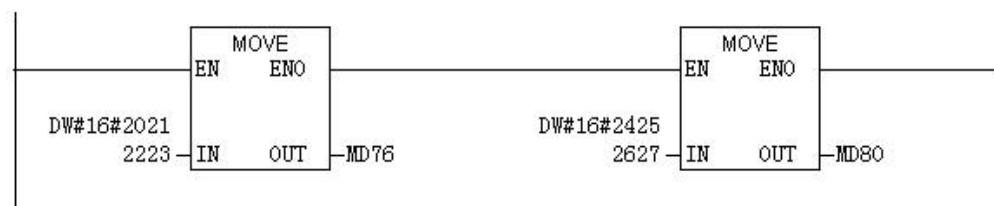
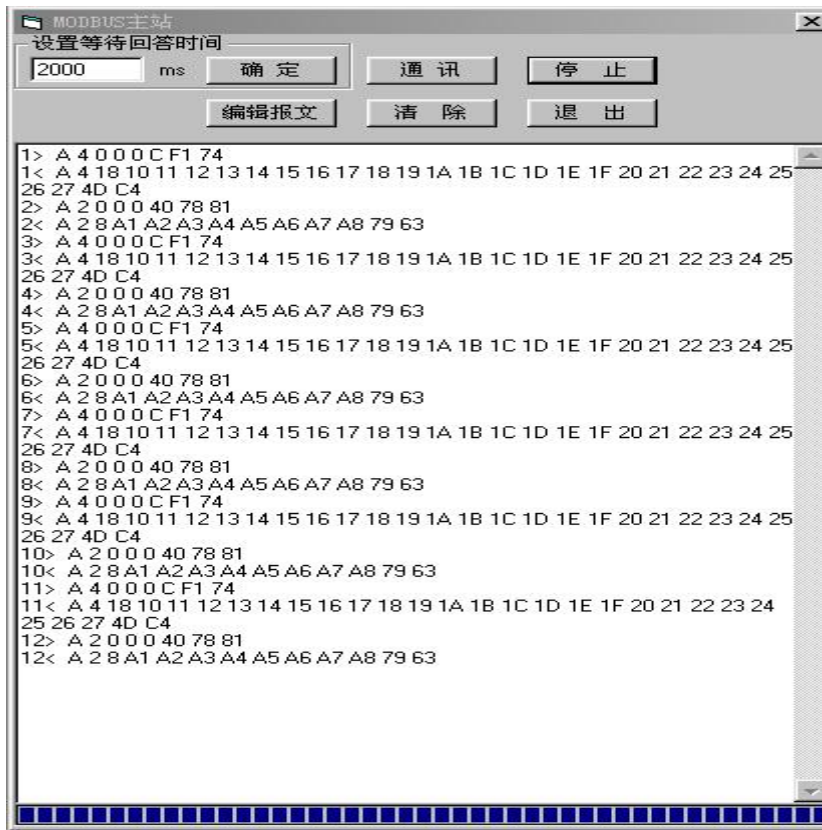

图 5-45 梯形图 Network 9~11 PROFIBUS 输出数据写入 1XXXX、3XXXX
图 5-46 PC1 发送 02H、04H、命令，读 1XXXX、3XXXX
分析主站报文：见图 5-46
K0=Q1.0= PROFIBUS 输出有效 PB\_O\_EN=1 (见“(2) 通信控制字格式”)，见图 5-44 所示。此时 PC2 发送 02H、04H 命令，读 1XXXX、3XXXX 区数据，见图 5-46，由于 PB\_O\_EN=1，PROFIBUS 输出允许进入 MODBUS 1XXXX 和 3XXXX。因此，PC2 读到的 1XXXX、3XXXX 数值完全和 PROFIBUS 输出相同。PROFIBUS 输出数据见图 5-45 梯形图 Network 6、Network 9~11。